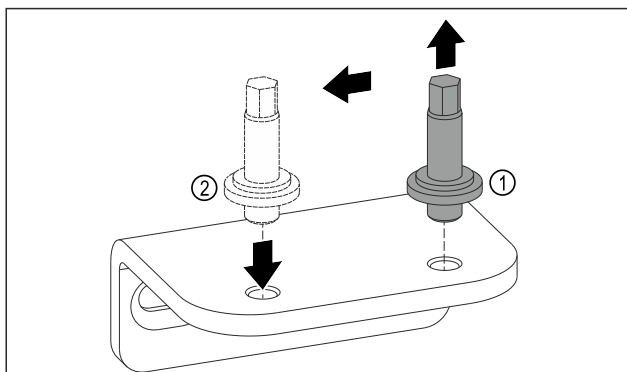

Fig. 13
- Deșurubați și demontați bolțurile de pe suportul inferior de lagăr cu cheia cu hexagon exterior SW5. Fig. 13 (1)
- Montați bolțurile pe partea opusă. Fig. 13 (2)